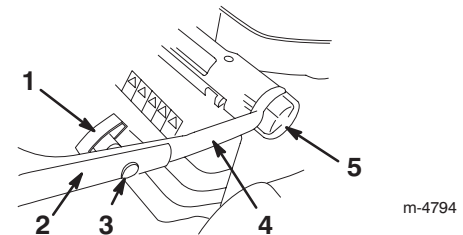

Bild 2
2. Lockern Sie die Höheneinstellräder am Griff und drehen das Unterteil des Griffs in Richtung Rückseite des Rasenmähers, bis es einer in Bild 2 dargestellten Höheneinstellung ist.
4. Sichern Sie den oberen Handgriffteil mit den Ovalkopfschrauben und Griffstellrädern am unteren Teil ab (Bild 2). Ziehen Sie die Räder gut fest.
Sie können den Handgriff auf drei verschiedene Höhen einstellen: hoch, mittel und tief (Bild 2). Wählen Sie die Griffhöhe, die für Sie am bequemsten ist.